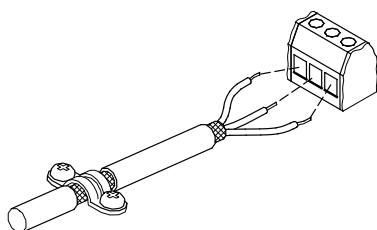

图 11 剥离电缆带屏蔽和电线接头
- 用高质量的屏蔽接头将电缆的屏蔽接到框架的两端。确保屏蔽尽量靠近端子。见图11。